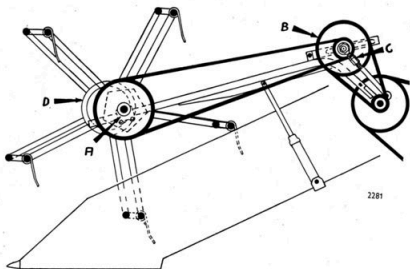

Bild 21.
Haspeln höjes och sänkes med manöverspaken. Den har två hastigheter, vilka erhålles genom omflyttning av drivremmen. Den kan dessutom förflyttas såväl framåt som bakåt genom förskjutning av haspelaxelns lager (A). Vid spänning av haspeln drivrem förskjutes mellantransmissionen (B). Drivremmen för mellantransmissionen spännes med dubbelmuttern (C). Bild 21. Omställning av kamhaspeln fjäderpinnar sker genom att vrida excenterskivan (D).